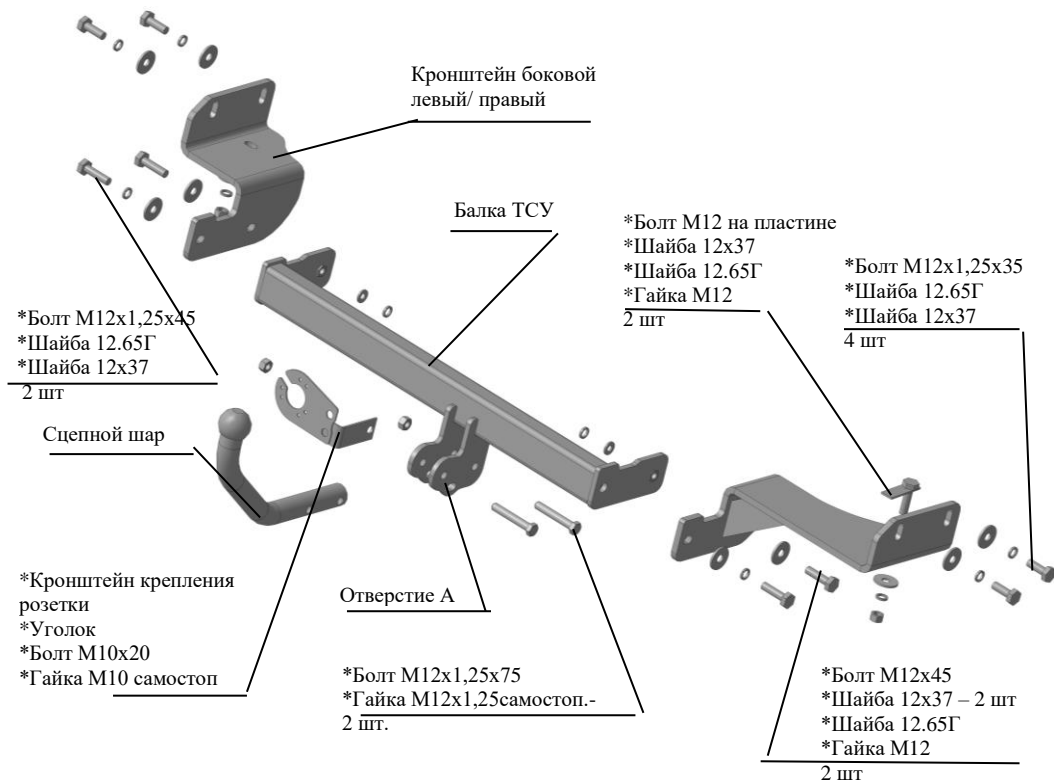

Рис.1 Тягово-сцепное устройство 7334
| 2.1 ТСУ 7334 в сборе (рис.1) | 1 шт. |
| 2.2 Пакет с комплектующими (см. рис.1) | 1 шт. |
4.2 Установить боковые кронштейны ТСУ (правый и левый соответственно рис.1), закрепив к нижним полкам лонжеронов болтами на пластине (вставить болты внутрь лонжеронов) и гайками М12, подложив под гайки шайбы 12.65Г и 12х37, к внешним боковым сторонам лонжеронов а/м- болтами М12х1,25х35, под головки болтов подложив шайбы гроверные 12.65Г и шайбы 12х37. Крепеж не затягивать.